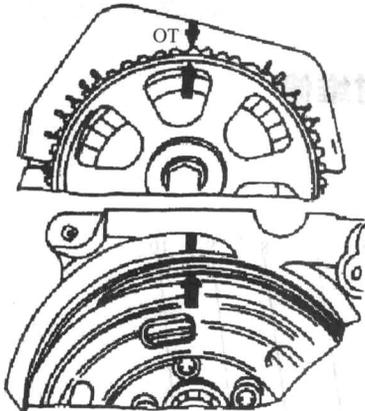

图 1-2 带轮标记与正时标记对齐
(2) 发动机正时带单元拆卸步骤
① 拆下空气滤清器。
② 拆下多楔带与张紧装置。
③ 拆下正时带上护罩。
④ 按发动机旋转方向转动曲轴多楔带轮，使带轮上的标记与基准点对齐，如图 1-2 所示，此时一缸活塞位于上止点位置。
⑤ 拆下曲轴多楔带轮及正时带的中护罩和下护罩。
⑥ 松开正时带张紧轮紧固螺栓。
⑦ 标明正时带的旋转方向。
⑧ 取下正时带。
(3) 发动机正时带单元安装步骤